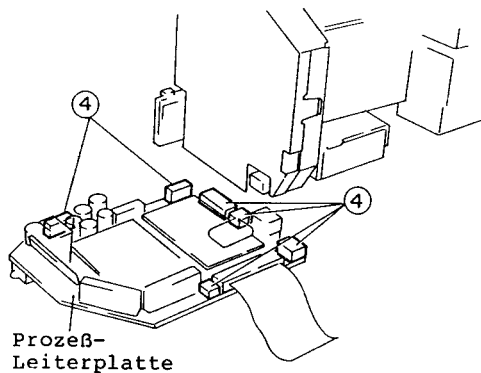

Abb. 2-26
4. Sechs (6) Stecker (CN001, CN007, CN202, CN203, CN211, CN401) abziehen (siehe Abb. 2-26).